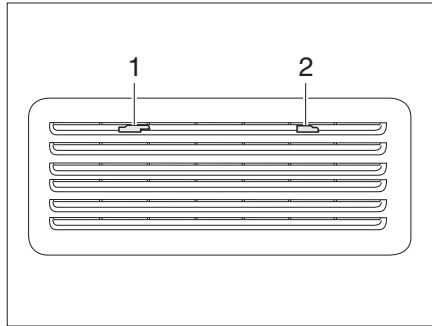
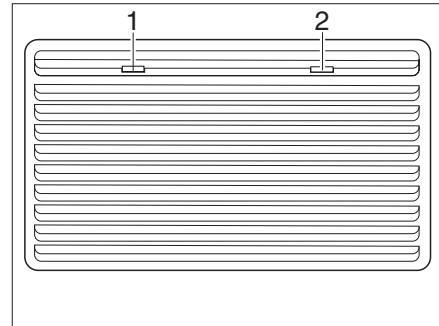

Bild 138 Kühlschrank-Lüftungsgitter (Thetford klein)
Bild 139 Kühlschrank-Lüftungsgitter (Thetford groß)
- Arretierungen (Bild 138,1 und 2 bzw. Bild 139,1 und 2) zur Mitte schieben.